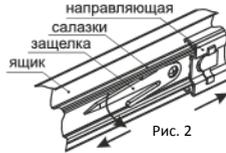

Рис. 2
- вставить ключ (2) в замок и повернуть его до упора, разблокировав выдвижные ящики (ключи могут не комплектоваться, в зависимости от типа замка);
- полностью выдвинуть ящик (или ящики) из шкафа - драйвера и отжать рычаги защёлки с двух сторон ящика (рис. 2);
- 5.6. Поворотом ключа (2) в замке убедитесь в срабатывании запирающего механизма. (ключи могут не комплектоваться, в зависимости от типа замка.)